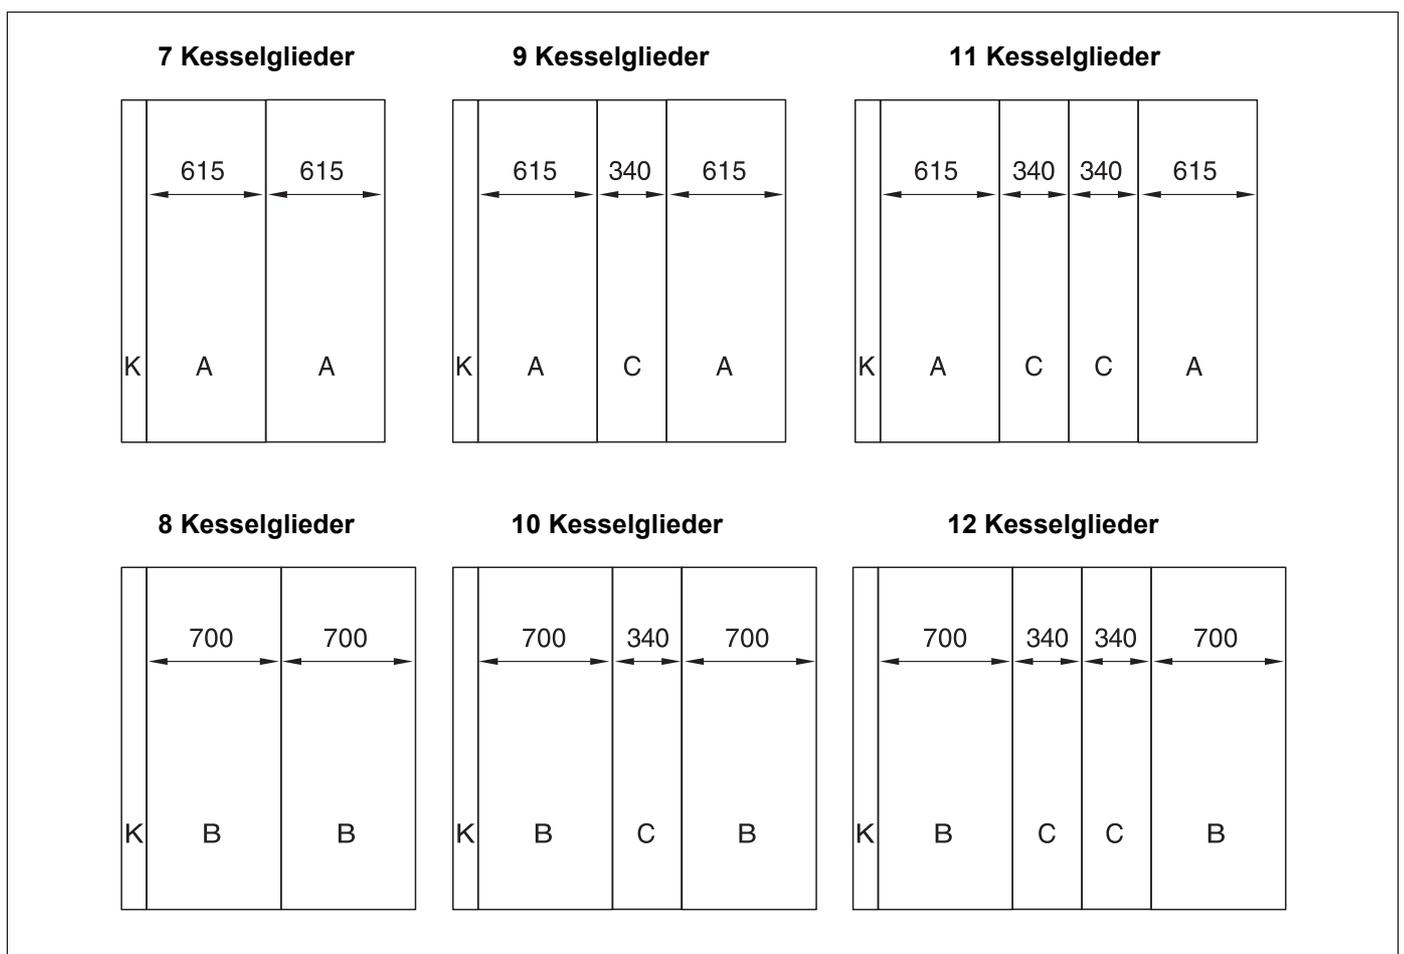

Bild 48 Anordnung der Seitenwandteile bei den verschiedenen Kesselgrößen (Maße in mm)
- ▶ Montieren Sie alle Seitenwände gemäß dem Anordnungsplan (Bild 48).